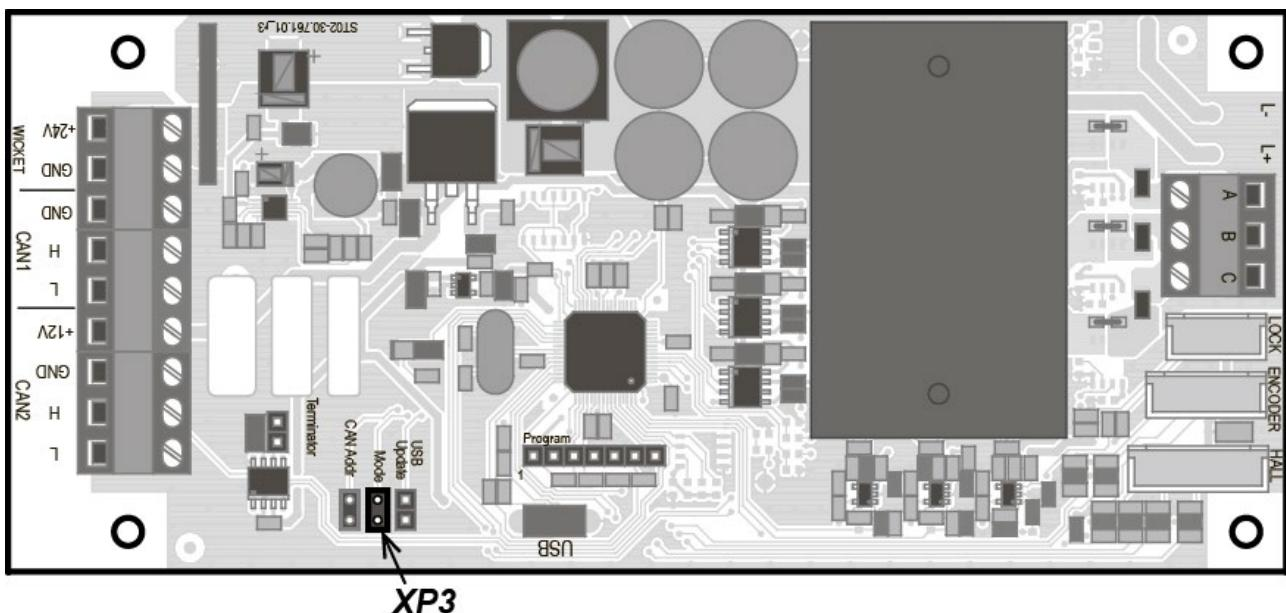

Рисунок 30. Плата электропривода
6. На плате электропривода для данной створки установите джампер из комплекта поставки на разъем XR3 «Mode» (см. рис. 30):